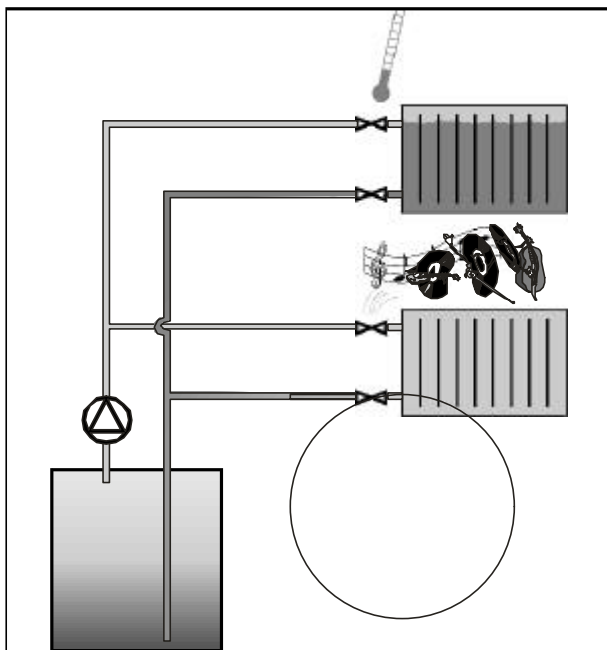

Abb.2: Unzureichende Wassermengenverteilung im Rohrnetz und ihre Folgen
- Anhand eines einfachen und überschaubaren Versuchsaufbaus (vgl. Abb. 2) oder auf der Baustelle erfährt der Auszubildende praktisch die unterschiedliche Wärmeverteilung an den Heizkörpern einer Kleinanlage und die Geräuschentwicklung mittels des Raumheizkörpers, der als Resonanzkörper fungiert. Die Ursachen der Störungen kann aufgrund dieser Phänomene jedoch nicht sicher bestimmt werden.